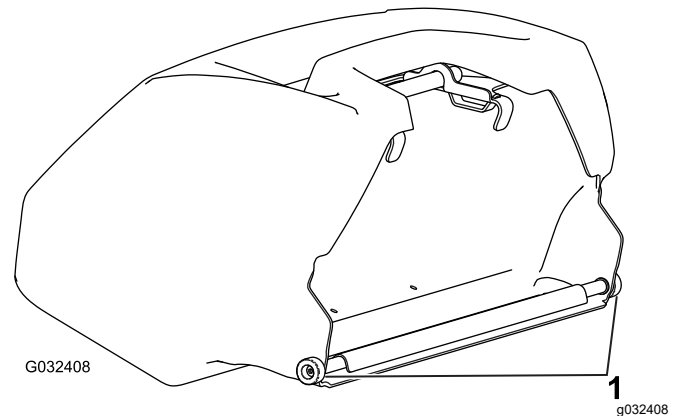

Figura 15
**Importante:** Si alguna vez se le cae el recogedor, examine los puntos de contacto con el brazo de inclinación, cerca del borde inferior del recogedor, en busca de daños (Figura 15). Enderécelos antes de usar el recogedor.